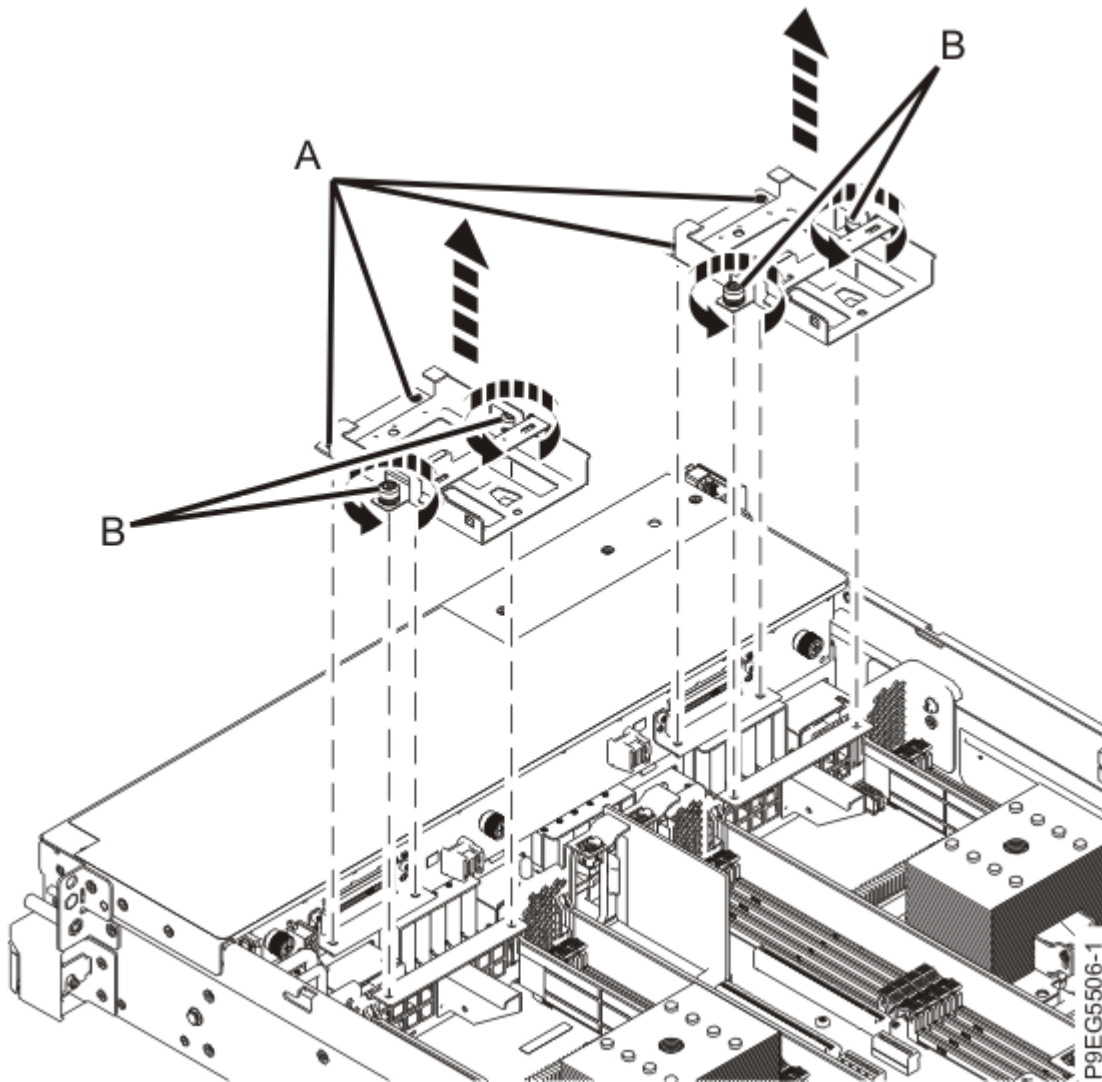

Abbildung 9. Laufwerkhalterungen ausbauen
4. Bauen Sie die Laufwerkhalterungen **(A)** aus (siehe Abbildung 9 auf Seite 11).